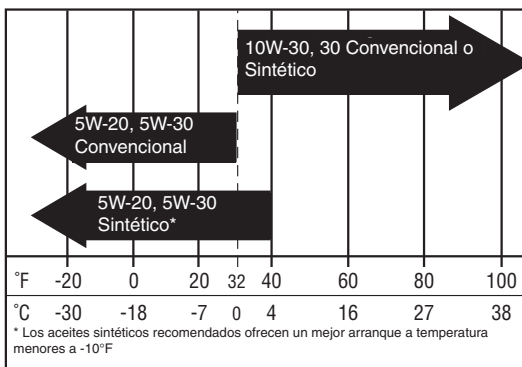
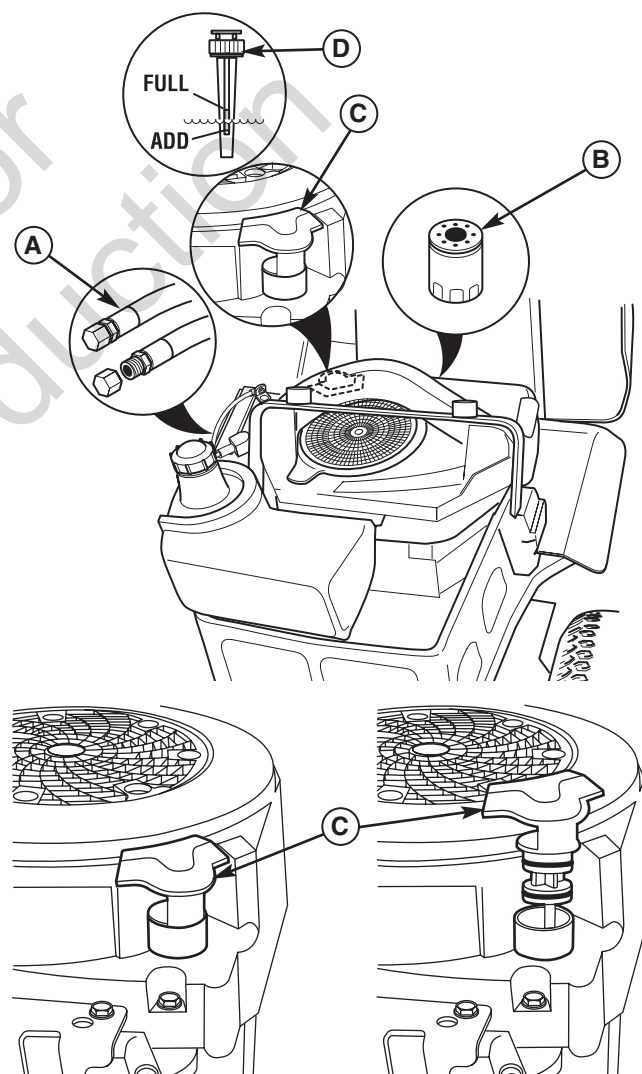

Figura 28. Aceite de Motor Recomendado
Figura 29. Cambio de Aceite
2. Limpie el área alrededor de la varilla para medición del nivel (C, Figura 29).
3. Remueva la varilla para medición del nivel (C) y límpiela con una toalla de papel.
5. Remueva la varilla para medición del nivel y lea el nivel de aceite. El nivel de aceite deberá estar entre las marcas "F" y "L" (D). De lo contrario, añada aceite de acuerdo con las recomendaciones de la tabla del aceite (vea la Figura 28).
1. Limpie el área alrededor de la varilla de nivel de aceite (C, Figura 29) y el drenaje del aceite (A).
2. Quite el tapón del drenaje del aceite (A) y la varilla de nivel de aceite (C). Conceda un buen tiempo para que termine de drenar.
3. Quite el filtro del aceite (B). Tire el filtro a la basura.
7. Reinstale el tapón de drenaje de aceite (A).